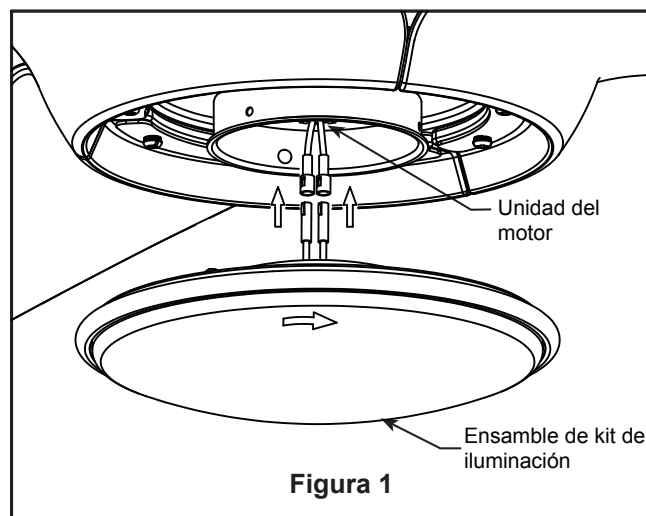

Figura 1
1. Instale el conector de 2 clavijas desde ensamble de kit de iluminación a la unidad del motor y girándolo en el sentido de las agujas del reloj. (Figura 1)
- ☐ **1. IMPORTANTE:** El uso de un regulador de la intensidad completa (no incluido) para controlar la velocidad del ventilador dañará el dispositivo. Para reducir el riesgo de incendio o descarga eléctrica, no utilice dicho regulador para controlar la velocidad del ventilador. (Figura 1)